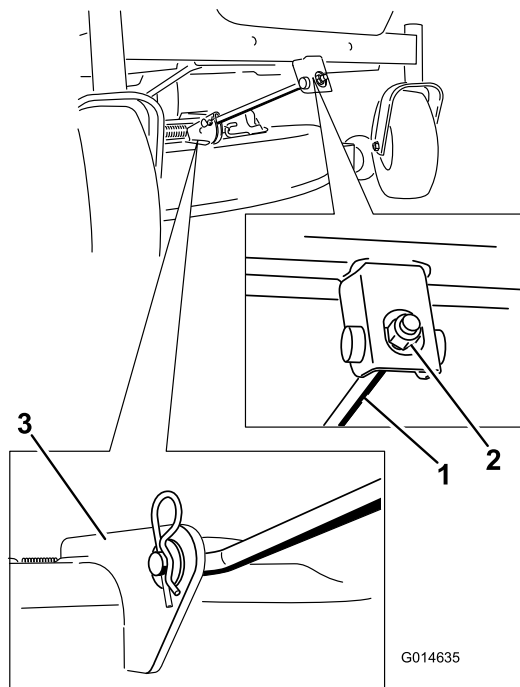

Figura 71
5. Rimuovete la coppiglia dall'asta di supporto frontale e rimuovete l'asta dalla staffa del piatto di taglio (Figura 71).
6. Montate l'asta di sostegno anteriore sul piatto di taglio con il perno con testa e la coppiglia a forcina (Figura 71).